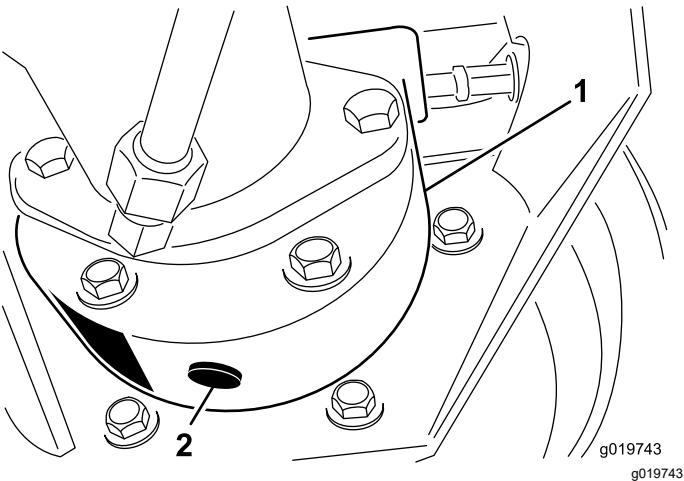

Figura 87
3. Coloque o recipiente de escoamento por baixo da caixa do travão, retire o tampão e deixe o óleo escorrer para o recipiente (Figura 87).